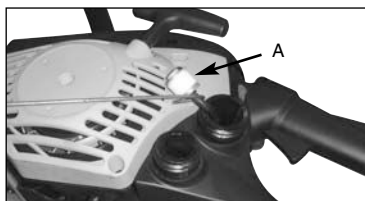

Рис. 16
4. Достаньте фильтр (A) из резервуара (Рис. 16).